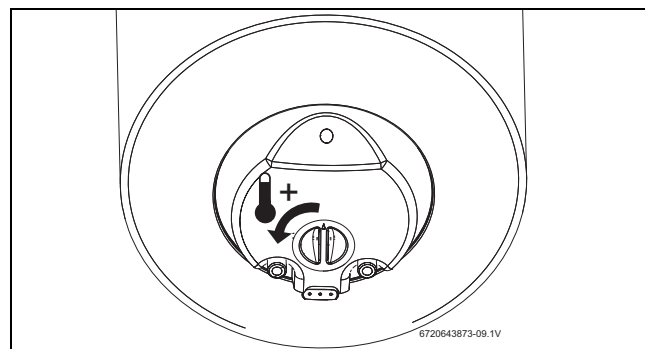

Fig. 9 Creșterea temperaturii
- ▶ Puneti termostatul pe pozitia maxima de temperatura, rotiti butonul de reglare a temperaturii spre stânga pâna la capat (→ Fig. 9).